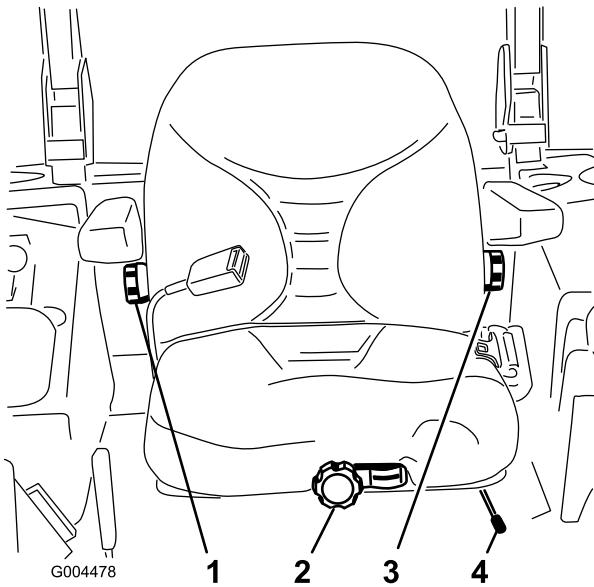

Figura 31
1. Para ajustar, desloque a alavanca para o lado e desbloqueie o banco (Figura 31).
Sem estar sentado no banco, rode o botão da frente numa das direcções para proporcionar o máximo conforto (Figura 31).
Para ajustar, rode o botão, sob o descanso do braço direito, numa das direcções para proporcionar o máximo conforto (Figura 31).
Para ajustar, rode o botão, sob o descanso do braço esquerdo, numa das direcções para proporcionar o máximo conforto (Figura 31).